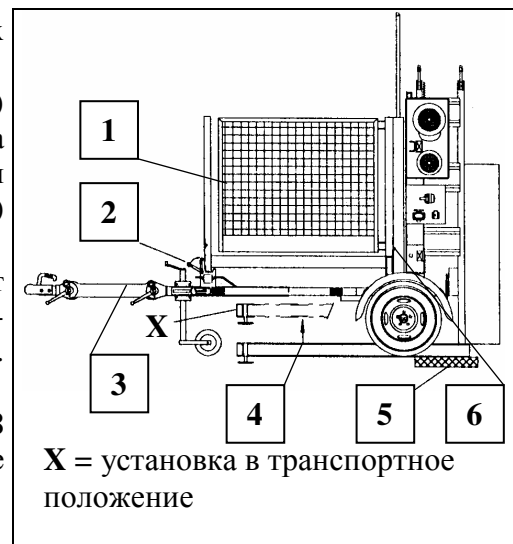

Рис. 20 Загрузка транспортировочного прицепа
- На землю под стойку основной мачты положить распределяющие нагрузку подкладки (см. рис. 20 поз. 5).
- Замок-выключатель на управлении платформы необходимо повернуть вниз (0) и вынуть ключ, и закрыть передвижной щиток над устройством управления.
- Отцепить транспортную платформу от прицепа, отвинтив рым-болт (см поз. 2) и откинув его. Открыть защелку (6).